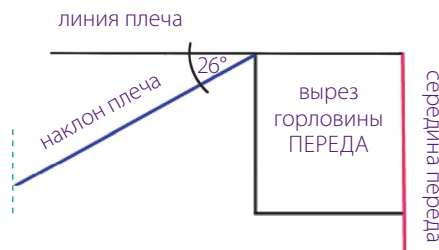

Рис. 3
От крайней точки ширины выреза горловины по линии плеча проведите прямую, образующую с линией плеча (синяя линия) угол 26° . Затем на этой прямой отложите мерку длины плеча и через полученную точку проведите вертикальную линию (пунктир зеленого цвета на рис. 3).
- ① На линии над грудью, начиная от линии середины спинки, отложите половину мерки ширины спины (синие точки; см. также рис. 3, с. 19). Затем от этой точки проведите перпендикуляр до линии проймы (черная пунктирная линия). Аналогичным образом отложите половину мерки ширины груди от линии середины переда и от полученной точки опустите перпендикуляр к линии проймы.
- ② На биссектрисах углов проймы отложите на шаблоне спинки 1,5 см, а на шаблоне переда — 2,5 см (синие точки).